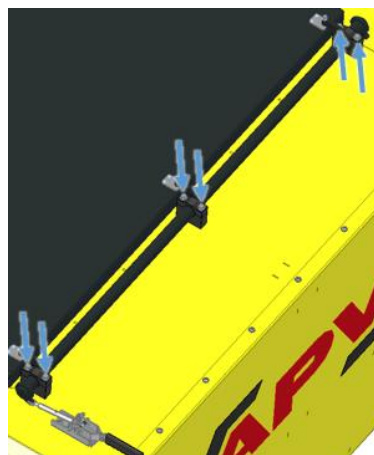

Abbildung 6
- Die drei Kunststofflager der Welle werden geöffnet (siehe Abbildung 6).